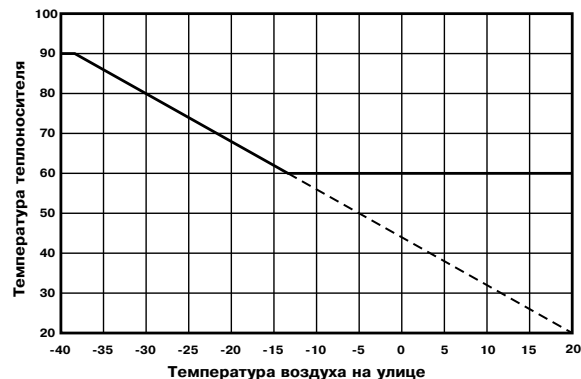

Рис.9 График зависимости температуры воды от температуры наружного воздуха.
7.4.7. Если установлен датчик наружной температуры, имеется возможность включить режим погодозависимого регулирования (см. пункт 7.5.13.). Для корректной работы в этом режиме необходимо отключить датчик температуры воздуха в помещении (21). Установите необходимую температуру воды при определенном значении температуры улицы. Для расчета графика регулирования используются две точки. В качестве первой точки используются введенные в пункте меню значения, а в качестве второй точки используются значения: 20°C теплоносителя при 20°C наружного воздуха. Например, при указанных параметрах (80°C теплоносителя при -30°C на улице) график регулирования будет выглядеть как на рис. 9.